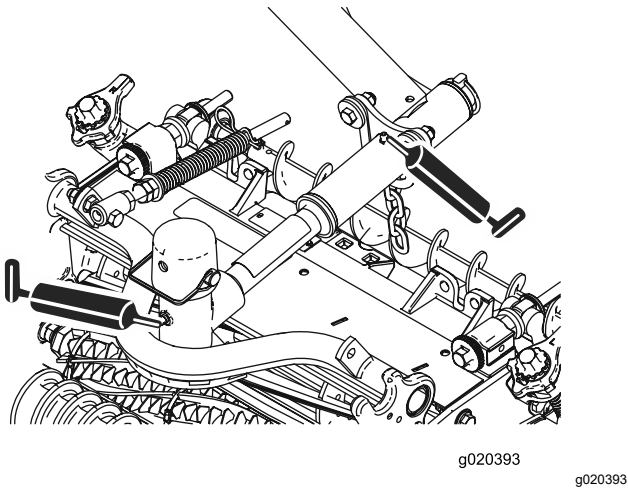

図 51
- カッティングユニットのピボット各2ヶ所 図 51を参照。